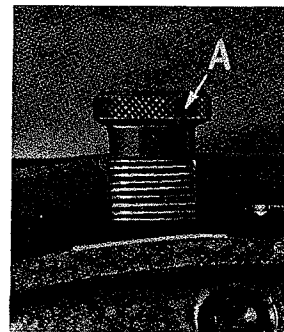

Fig. 10
El resorte del prensatelas deberá ejercer solo suficiente presión para que el material se alimente uniformemente. Para aumentar la presión en el prensatelas, dese vuelta al regulador de resorte del prensatelas (A, Fig. 10) hacia la derecha. Volteando el regulador hacia la izquierda, se reduce la presión.
Para obtener este ajuste, quítese la presión del soporte del prensatelas (F) y aflojese el tornillo de sujeción (C). Golpéese el prensatelas para cerciorarse que está bien adentro de la plancha de la aguja. Ajustese la guía  $4-3/4"$  (6,99 cm) de dimensión, céntrese el pie girándolo de manera que la aguja entre en medio de su ranura y apriétese de nuevo el tornillo (C) en la guía. Ahora presione el prensatelas girando el regulador (A, Fig. 10) hacia la derecha.